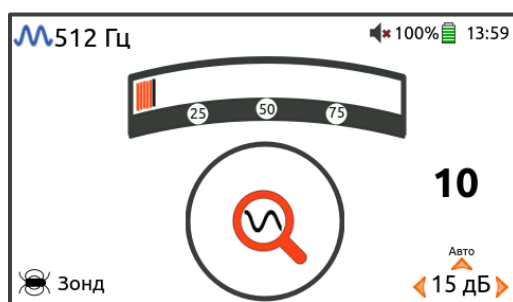

Рисунок 3.25. Нет сигнала от зонда.
3. Протолкните зонд в магистраль не дальше, чем на 3...5 м от оператора. При слабом сигнале зонда или его отсутствии экран приемника имеет вид - Рисунок 3.25.